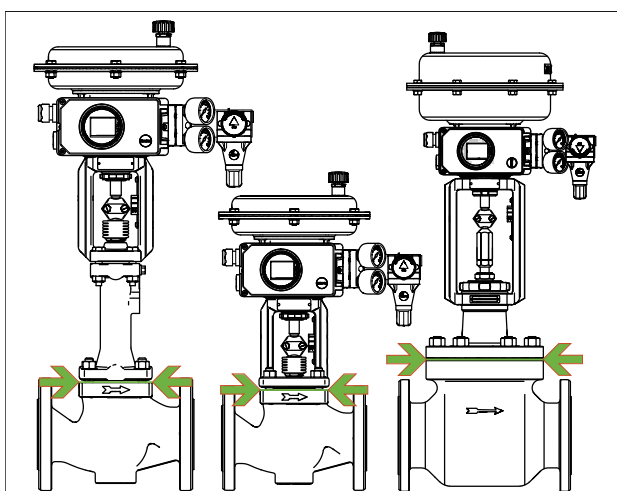

Fig. 12: Isoleringsgräns för reglerventiler (exempel visas)
- ⇒ Isolera endast reglerventiler upp till huvflänsen på ventilhuset (se Fig. 12). Detta gäller även för versioner med bälg tätning eller isolerande del vid medeltemperaturer under 0 °C (32 °F) eller över 220 °C (428 °F). Om den isolerande sektionen är isolerad, fungerar den inte korrekt.